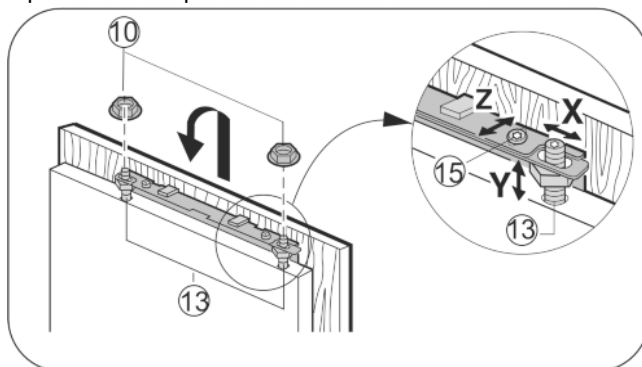

Fig. 19
- Навесьте мебельную дверцу на регулировочные болты Fig. 19 (13) и контргайки Fig. 19 (10) накрутите на регулировочные болты, не затягивая.
- Выравнивание мебельной двери по высоте Y и боковому наклону: с помощью отвертки установите положение регулировочными болтами Fig. 19 (13).
- Затяните контргайки Fig. 19 (10).